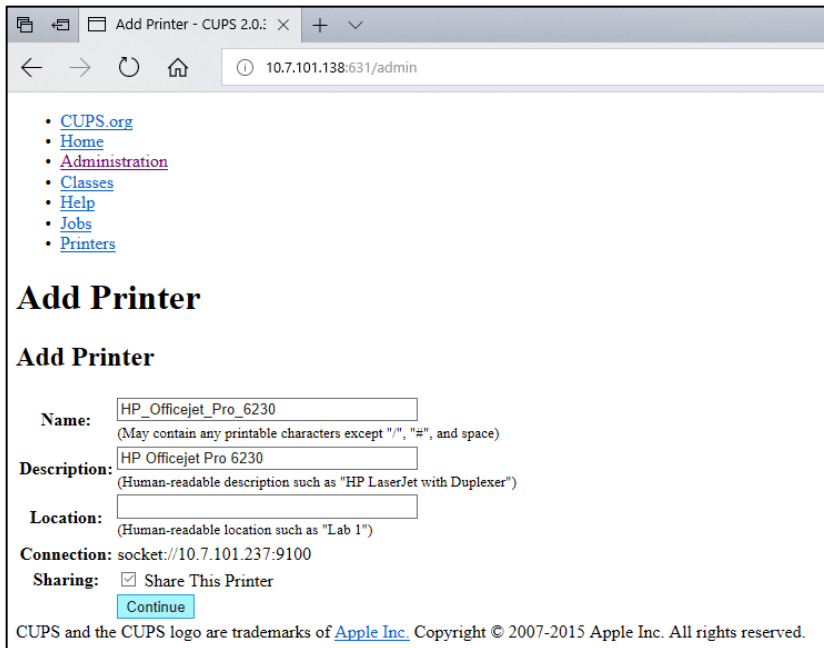

Figure 102. Écran Add printer (Ajouter une imprimante).
5. Sélectionnez Share this printer (Partager cette imprimante) et appuyez sur Continue (Continuer) (Figure 102).